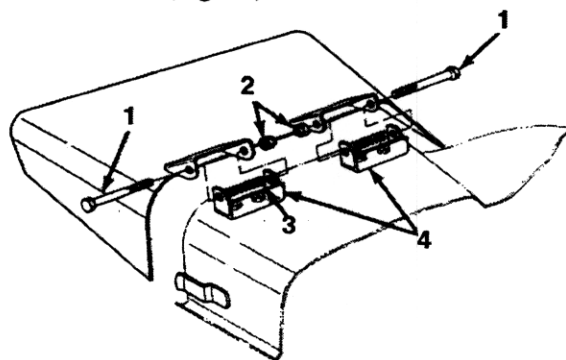

Figure 10
1. Enlever les deux vis à tête, les contre-écrous et les ressorts qui fixent les supports du déflecteur à la charnière (Fig. 10).
2. Pour déposer les charnières, enlever les boulons à tête bombée carrée, les contre-écrous et les écrous (Fig. 10).